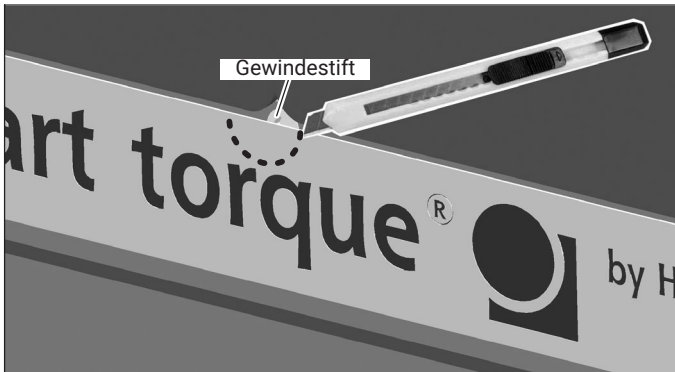

Abb. 8.5 Folie ausschneiden
2. *Nur bei Messbereichen  $500 \text{ N} \cdot \text{m}$  bis  $3 \text{ kN} \cdot \text{m}$  und nachträglich bestelltem Berührungsschutz:* Die Gewindebohrungen für die Arretierschrauben sind teilweise durch die aufgeklebte Folie verdeckt. Schneiden Sie an dieser Stelle einen Halbkreis mit einem Mindestradius von 6 mm aus der Folie heraus (z. B. mit einem Cutter, siehe Abb. 8.5). Entfernen Sie nun auf beiden Seiten des Stators die Gewindestifte aus den Gewindebohrungen.